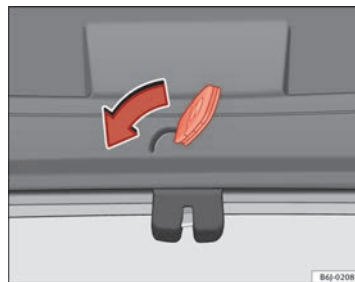

**Fig. 50 Portón trasero: apertura de emergencia**
- Introduzca el espadín de la llave en la ranura y desbloquee el sistema de cierre, dirigiendo la llave de derecha a izquierda, tal como indica la flecha ⇒ fig. 50.